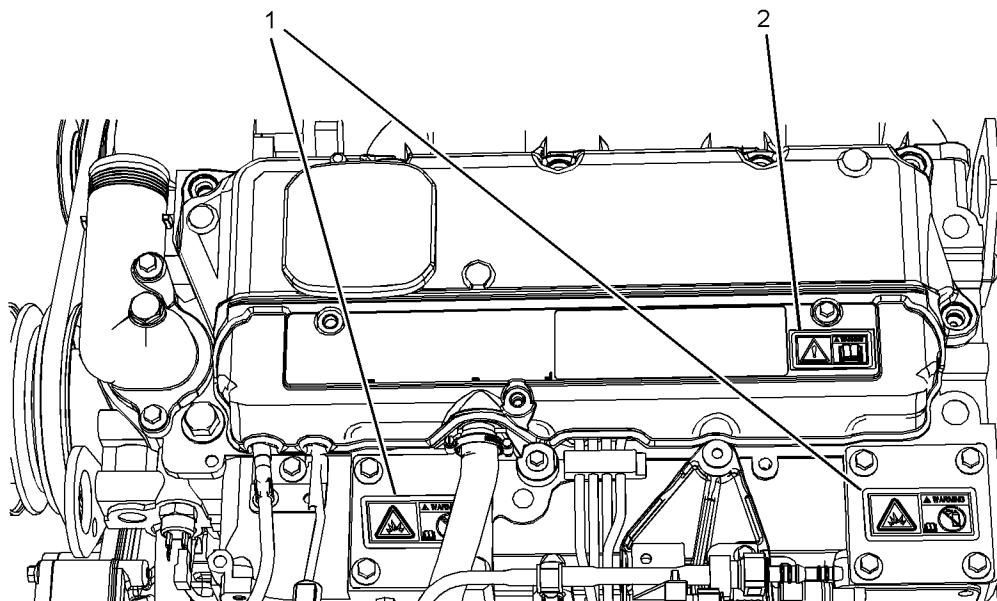

Ilustración 2
La etiqueta de Advertencia Universal (2) está ubicada en el lado izquierdo de la tapa del mecanismo de válvulas. Vea la ilustración 2 .
La etiqueta de advertencia de éter (1) está ubicada en la tapa del múltiple de admisión. Vea la ilustración 2.